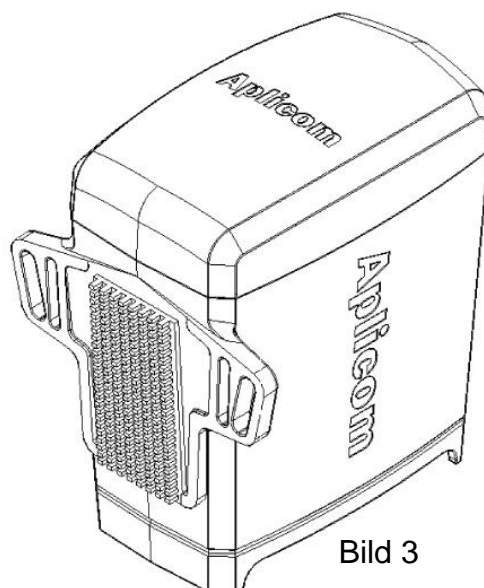

Bild 3
3. Mittels doppelseitigem Klettband am Boden des Gerätes (Bild 3)